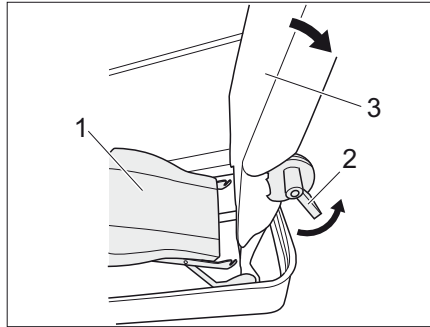
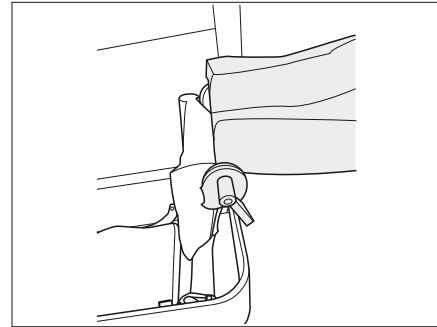

Bild 221 Haka av sätet
Bild 222 Vrid ryggstödet 90° bakåt
- Haka av sätet (Bild 221,1) och flytta det nedåt.
- Tryck på spak 1 (Bild 221,2) och vrid ryggstödet (Bild 221,3) bakåt 90° (Bild 222).